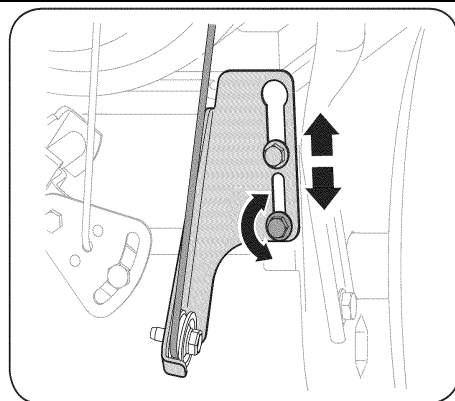

Рис. 22
- b. Ослабьте нижний шестигранный болт на кронштейне приводного троса См. Рис. 22.